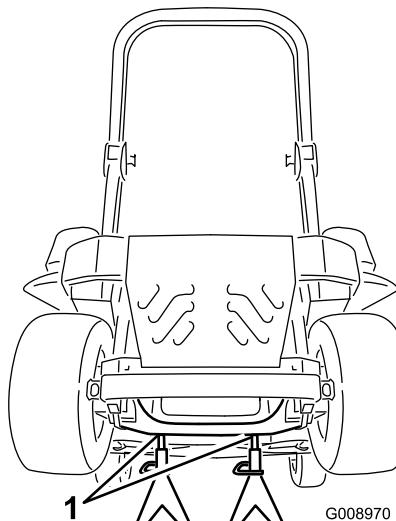

Figura 87
3. Levante la máquina y apóyela sobre gatos fijos (Figura 87).
9. Retire los soportes y baje la máquina (Figura 87).